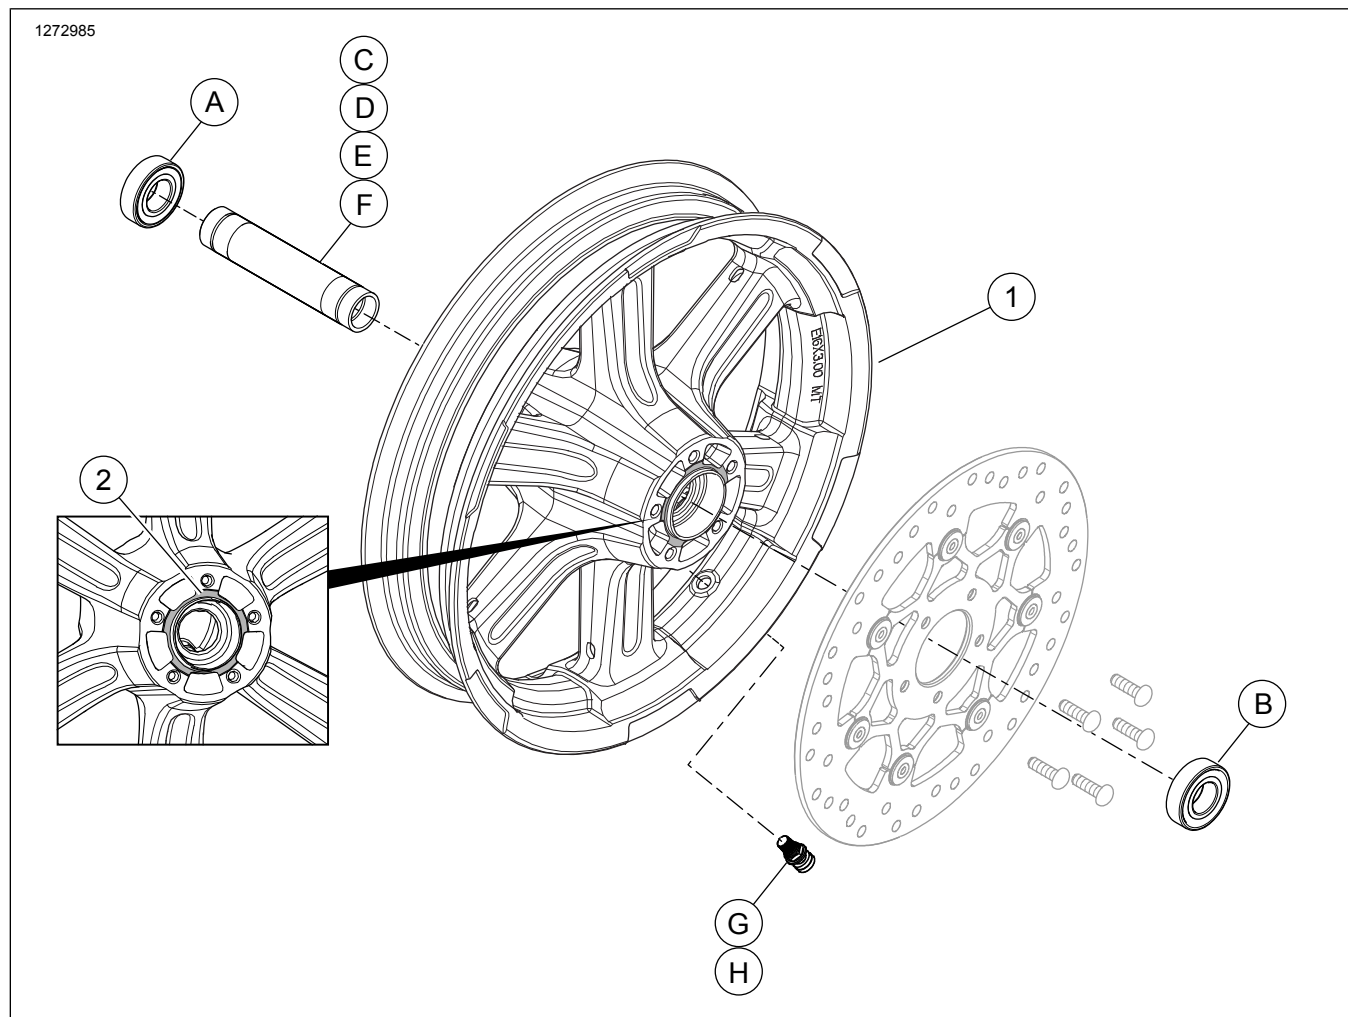

Figura 2. Peças de reposição: Kit da roda dianteira
Este kit inclui somente a roda personalizada. Veja Figura 2 e Tabela 3 para obter o conteúdo do kit.
2. Ver Figura 2 . Instale o conjunto da haste de válvula na roda. Consulte o Manual de Serviço.